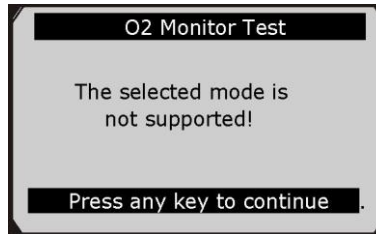

Рисунок 5-24
• Если автомобиль не поддерживает этот режим, на дисплее появится информационное сообщение. См. рисунок 5-24.